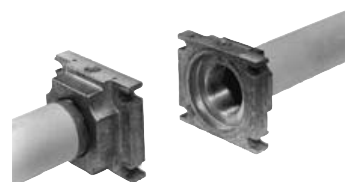

Fig.7
1. Montati flansa pe conductele tubulare. Utilizati agent de etansare potrivit (vezi Fig.7);